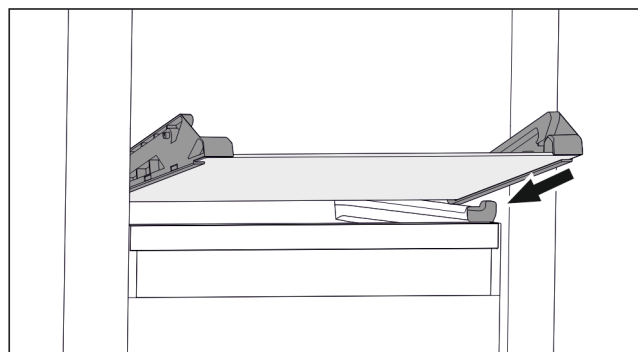

Fig. 93 Tablette en verre du tiroir basculable
- ▶ Placer la tablette en verre, en l'inclinant, derrière les butées. (voir Fig. 93)